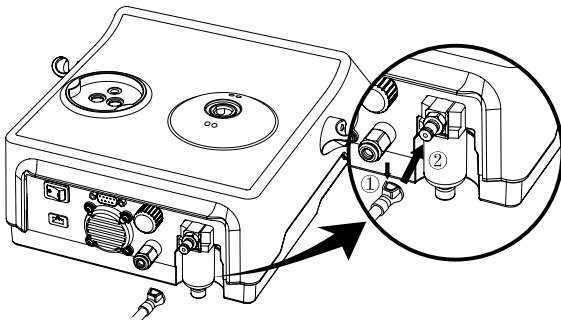

图7 外接气管安装示意图
- ① 打开包装，根据装箱单检查本设备各物件是否齐全，将主机正对操作者放在稳固的平面上。
- ② 将外接气管（蓝色）接头插入主机背面进气接头：按图7顺序，先按下卡环，然后插入进气接头。